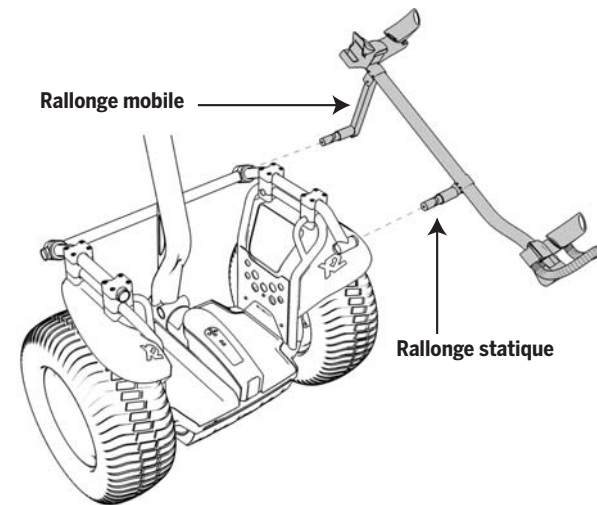

**Figure 2a.** Installation de la barre de support avant
3. Installez la barre de support avant sur les barres de support latérales à l'aide des capuchons d'extrémité de la barre de support avant. Référez-vous à la figure 2b. Attachez les (2) bagues de support avant à la barre de support avant de façon à ce qu'elles soient alignées sur les capuchons d'extrémité. Référez-vous à la figure 2a. Vissez sans serrer les (2) vis de 35 mm dans chaque capuchon d'extrémité. Voir les figures 2a et 2b. Vérifiez que le chevauchement de la barre de support avant soit égal à chaque extrémité du capuchon. À l'aide d'une clé hexagonale de 5 mm, serrez les vis de 35 mm à un couple de 8 Nm afin de maintenir la barre de support en place.